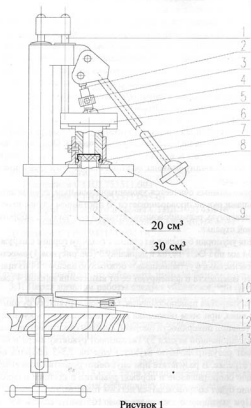
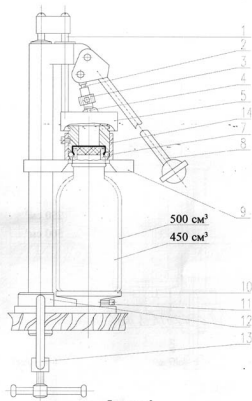

Рисунок 1
Рисунок 2
4.5. Для укупорки бутылок из стекла с гладким горлом с наружным  $\varnothing$  34 мм по ГОСТ 10782 в державку 5 (см. рисунок 1) вместо обжимной насадки 6 устанавливают обжимную насадку 14 из прилагаемого комплекта и фиксируют ее от выпадения винтом 4 (см. рисунок 2).
4.7. При укупорке бутылок высотой 165 мм (емкость 450 и 500 см3 - с буртиком, см. рисунок 2) устанавливают на подставку 10 укупориваемую бутылку, закрытую резиновой пробкой и кол-